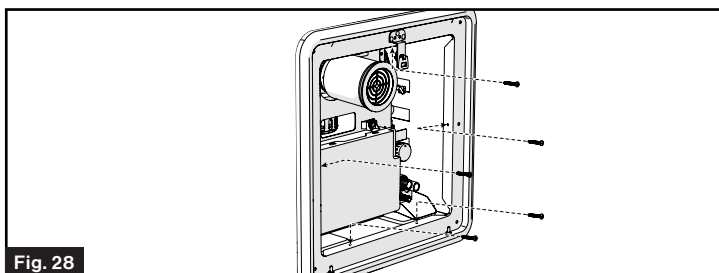

Fig. 28
- Alignez les trous du corps du chauffe-eau avec les trous de la bride de la porte, montez le cadre de la porte en position en utilisant 5 vis à tête cylindrique #8 (min 1 po) (non fournies). (Fig. 28)